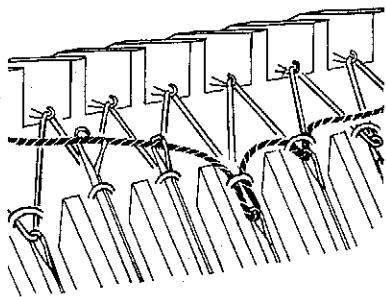

Fig. 71
**En la cama delantera:** Adelante de la 4a a la 7a aguja (4 agujas) hasta que las mallas queden detrás de las lengüetas. Ponga una hebra de otro color de contraste por encima de las agujas y teja cada punto separadamente con la mano moviendo hacia atrás la aguja para que deslice el punto (Deje las agujas en Posición de Trabajo), Fig. 71